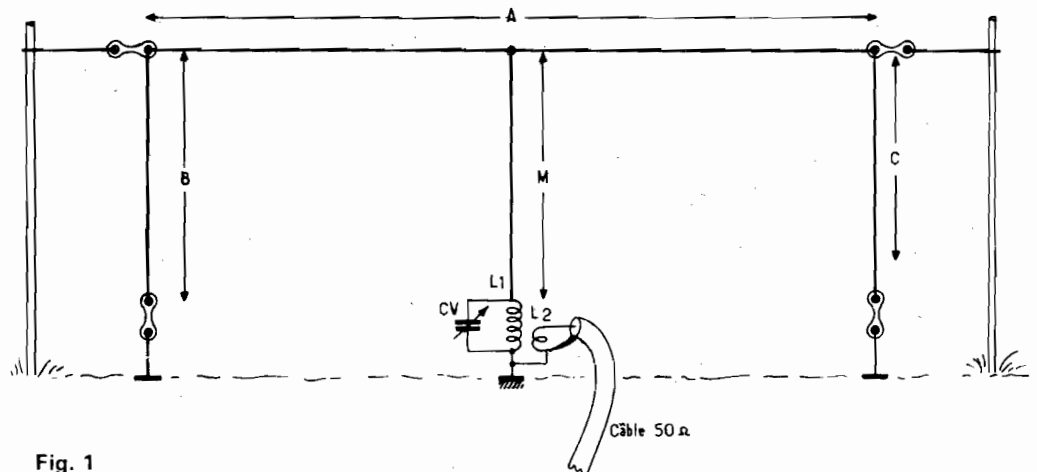

Fig. 1
**C**ET aérien connaît un certain succès depuis quelques années auprès de ceux qui s'intéressent aux bandes de fréquences les plus basses, en particulier, mais c'est une question de dimensions et elle peut parfaitement fonctionner sur toutes les fréquences sans avoir à monter d'une manière excessive au-dessus du sol. C'est ainsi que, pour la bande 7 MHz, un dégagement de 12 mètres est optimum. Le très faible angle de départ du rayonnement en fait une antenne idéale pour l'utilisation dans les communications à longue distance. Réalisée entièrement en fil de 15/10 mm, elle se présente comme figure 1. On remarque que cette antenne demande une place assez considérable puisque la partie la plus longue, disposée horizontalement, correspond à une longueur d'onde. Elle est complétée par trois sections d'un quart d'onde, disposées pendantes, au milieu et aux deux extrémités. L'alimen-